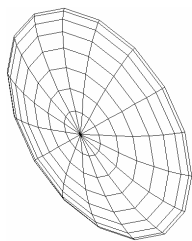

图 6-2-16 拉伸处理
(24) 切换视图。单击“视图”工具栏中的“主视”按钮,将视图切换到主视图界面。
(25) 绘制上半球面。在命令行中输入 AI_DOME 命令并按回车键,根据命令行的提示进行操作,指定上半球面的中心点为(15,15),半径为1.1,曲面的经线数和纬线数分别为16和8,进行绘制上半球面。
(26) 切换视图。单击“视图”工具栏中的“俯视”按钮,将视图切换到俯视图界面。
(27) 拉伸处理。单击“修改”工具栏中的“拉伸”按钮,根据命令行的提示进行操作,依次指定(15,0) (15,0.2);(15,0) (15,0.175);(15,0) (15,0.15);(15,0) (15,0.125);(15,0) (15,0.1);(15,0) (15,0.075)以及(15,0) (15,0.05)为拉伸的基点和目标点,对上述的上半球面进行拉伸处理。
(28) 切换视图。单击“视图”|“三维视图”|“东南等轴测”命令,将视图切换到东南等轴测视图界面,结果如图6-2-16所示。
(29) 恢复坐标系。在命令行中输入 UCS 命令并按回车键,根据命令行的提示进行操作,连续按两次回车键,将坐标系恢复到世界坐标。
(30) 三维旋转处理。在命令行中输入 ROTATE3D 命令并按回车键,根据命令行的提示进行操作,选择如图6-2-16所示的上半球面并按回车键,以X轴为旋转轴,过该轴上的点(15,15,0)进行旋转,旋转角度为-26.5,结果如图6-2-17所示。